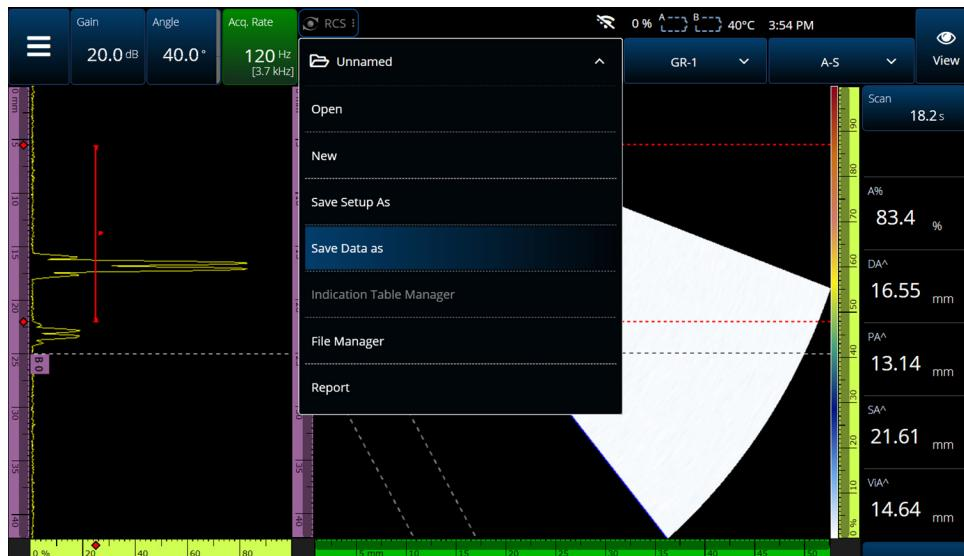
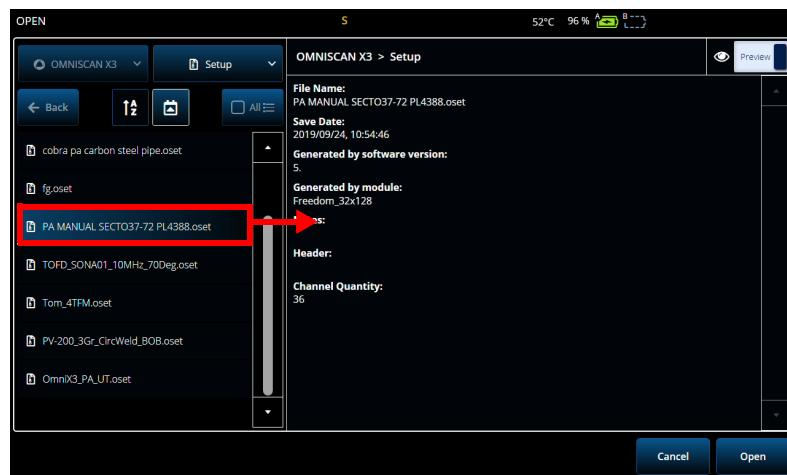

Figura 6-1 Menu File (arquivo)
Figura 6-2 Menu Open (abrir)
As configurações e dados de inspeção são mantidos e organizados através de arquivos, e apresentados em relatórios. Você pode usar o menu **File** (arquivo) para acessar vários parâmetros de arquivo, a ferramenta **Report** (relatório) e o **File Manager** (gerenciador de arquivos) (Figura 6-1 na página 207).
- Para salvar seu arquivo de configuração, selecione **Save Setup As** (salvar configuração como) no menu  **File** (arquivo) (Figura 6-1 na página 207).
- Para abrir um arquivo, selecione **Open** (abrir) no menu  **File** (arquivo) (Figura 6-1 na página 207) e depois escolha o diretório no qual o arquivo está localizado. Você pode abrir o arquivo de configuração ou o arquivo de dados selecionando o tipo de arquivo. Você também pode classificar os arquivos em ordem alfabética ou por data usando o ícone **Filter** (filtro) e pré-visualizar o arquivo selecionado (Figura 6-2 na página 209).